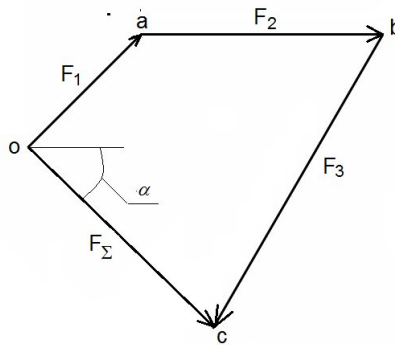

Рисунок 3
3. Строим силовой многоугольник (рисунок 3). Из произвольной точки o откладываем отрезок oa , изображающий вектор силы F_1 . Следует помнить, что силы необходимо строить так, как они заданы на рисунке, т.е. с учетом расположения сил под определенными углами и с учетом их направления. К концу отрезка oa (сила F_1) достраиваем отрезок ab , изображающий вектор силы F_2 . Далее к концу отрезка ab достраиваем отрезок bc , изображающий вектор силы F_3 . Проводим равнодействующую силу – это будет вектор, выходящий из начала первого вектора (точки o) и идущий в конец последнего вектора (к точке c)